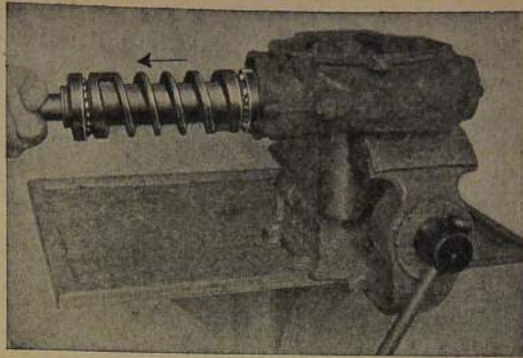

Bild 573: Lenkrohr mit Lenkschnecke aus dem Lenkgehäuse herausnehmen
8. Lenkrohr mit Lenkschnecke aus dem Lenkgehäuse herausnehmen (Bild 573).